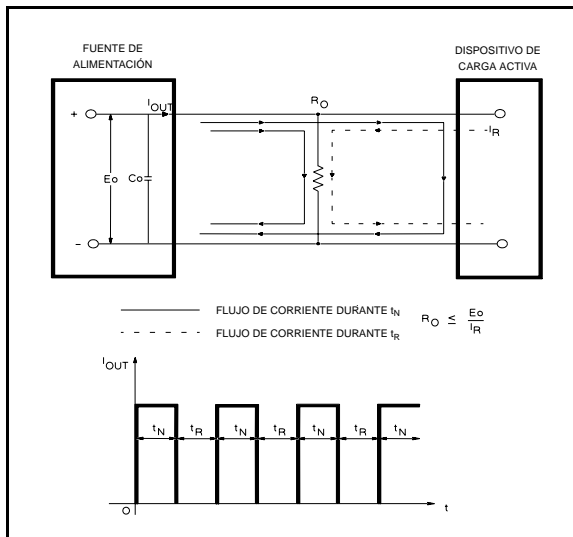

Figura 4. Solución para las cargas de corriente inversa
Corriente de retorno de +6 V. El circuito de protección de sobrecargas y cortocircuitos de la salida de +6 V reduce la limitación de la corriente de salida según se va reduciendo la tensión del terminal de salida. (En la Figura 4 se delimita el ámbito de funcionamiento de la salida de +6 V mediante unas líneas gruesas.) La corriente nominal máxima de salida es de 2,5 A y la limitación de corriente viene ajustada de fábrica para que funcione a $2,75$ A $\pm 5\%$ cuando la salida es de 6 voltios. A tensiones de salida inferiores, el circuito reduce linealmente la corriente máxima de salida que se puede obtener hasta que haya un flujo de 1 A $\pm 15\%$ cuando se puentea la salida. No se puede ajustar la corriente de cortocircuito.
Durante el funcionamiento real de las salidas de ± 20 V y +6 V, si un cambio de la carga hace que se sobrepase la limitación de corriente, se encenderá el indicador LED de sobrecarga (OL). Si se producen condiciones de sobrecarga, las fuentes de ± 20 V protegerán la carga limitando la corriente a $0,55$ A, y la fuente de +6 V protegerá la carga reduciendo simultáneamente la tensión y la corriente a lo largo del emplazamiento de retorno, tal y como se muestra en la Figura 4. Las fuentes de ± 20 V y +6 V se restablecen automáticamente, es decir, cuando se elimina o corrige la sobrecarga, la tensión de salida se restablece automáticamente al valor previamente ajustado.